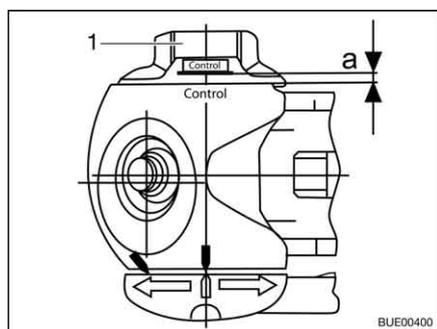

Bild 188 Verschleißkontrolle
- Handrad (Bild 188,1) zudrehen, bis die Drehmomentbegrenzung hörbar und spürbar durchratscht. Drehrichtung: im Uhrzeigersinn.
- Abstand  $a > 0$  (Bild 188): Verschleiß innerhalb des zulässigen Bereiches.